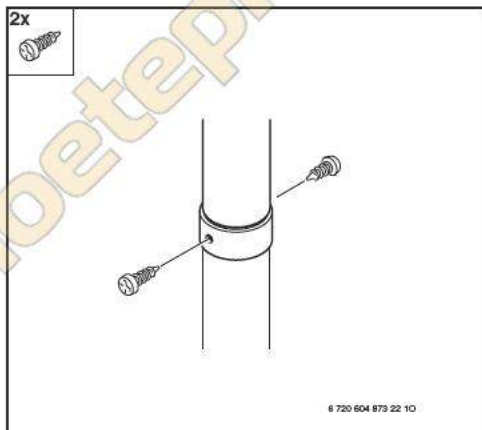

Рис. 32
► Закрепите соединение винтами из комплекта поставки (Рис. 32 ).